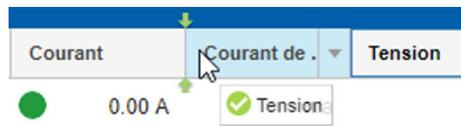

Fig. 96 : Déplacement d'un paramètre
5. Il est possible, si besoin, de sélectionner un paramètre (p. ex. « *Courant* ») et de le déplacer dans la ligne de titre (Fig. 96).